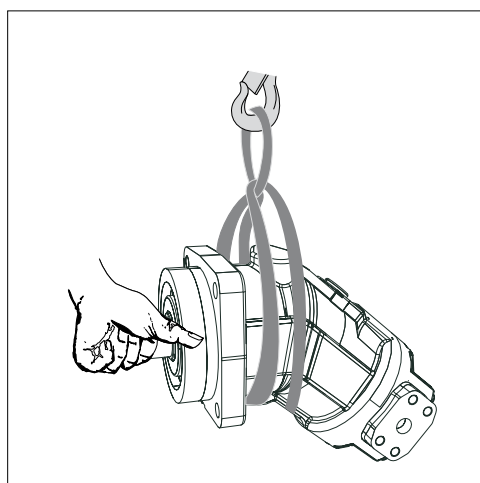

図 5: 吊り上げストラップでの運搬
- ▶ アキシャルピストンユニットの周りに吊り上げストラップを、付属部品 (バルブなど) を挟まないように、また製品が付属部品から吊り上げられないように置きます (図 5 を参照)。